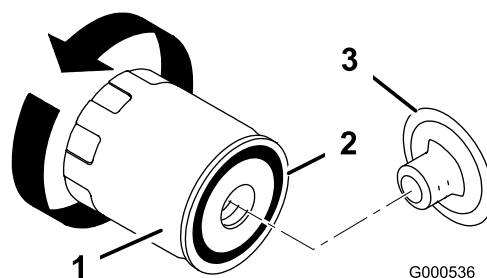

Bild 36
9. Wechseln Sie den Ölfilter bei Bedarf (Bild 36).
2. Entfernen Sie den Altfilter und wischen die Dichtfläche am Anbaustutzen (Bild 36) ab.
3. Ölen Sie die Gummidichtung am Ersatzfilter (Bild 36) leicht mit Frischöl ein.
4. Setzen Sie den Ersatzölfilter auf den Anbaustutzen auf. Drehen Sie den Ölfilter nach rechts, bis die Gummidichtung den Anbaustutzen berührt. Ziehen Sie ihn dann um eine weitere 1/2 bis 3/4 Umdrehung fest (Bild 36).